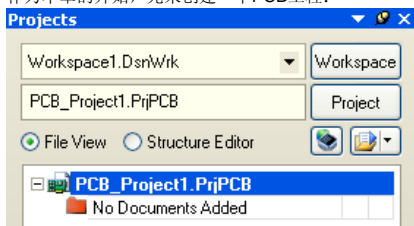

图6-1 PCB工程的创建
- 2.显示Projects面板框显示在屏幕上。新的工程文件PCB_Project1.PrjPCB已经列于框中，并且不带任何文件，如图6-1所示。
- 12.放置R3和R4如图6-1所示，并通过点击右键或ESC退出。